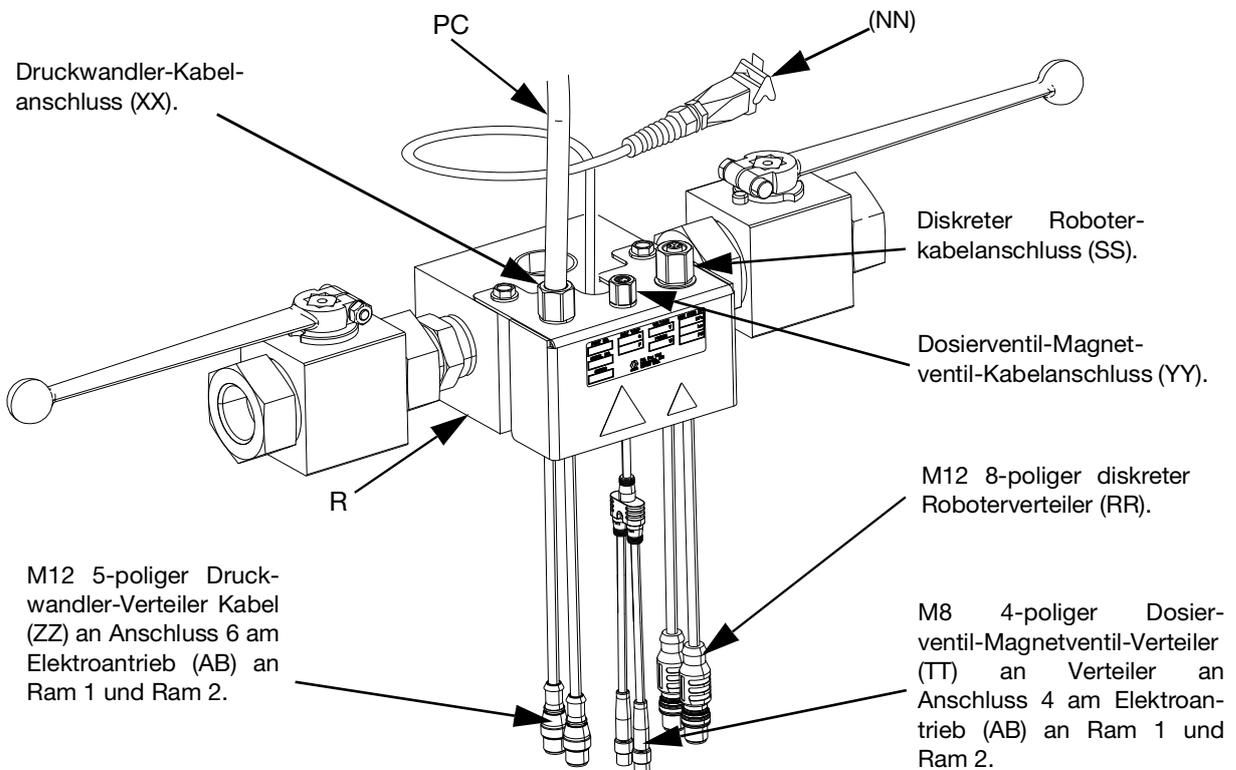

ABB. 29
1. Bei Verwendung eines einzelnen iQ Ram-Zufuhrsystems das Druckwandlerkabel (PC) vom Dosierventil (B) an Anschluss 6 am elektrischen Antrieb (AB) anschließen. Siehe **Kommunikationsanschlüsse des elektrischen Antriebs** für Einzel-Rams auf Seite 18.
- a. Das Druckwandlerkabel (PC) vom Dosierventil (B) an den Druckwandlerverteiler des Tandemblocks anschließen. Siehe ABB. 29.
- b. Ein Steckerende des 5-poligen M12-Druckwandler-Verteilerkabels (ZZ) am Tandemblock (R) an Anschluss 6 des elektrischen Antriebs (AB) an Ram 1 anschließen. Das zweite Steckerende wird an Anschluss 6 an Ram 2 angeschlossen. Siehe **Kommunikationsanschlüsse des elektrischen Antriebs** für **Tandem-Rams** auf Seite 19.